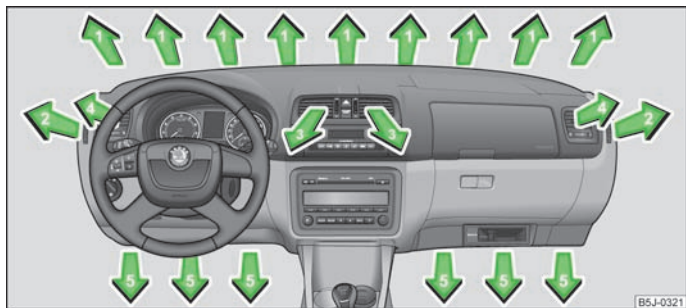
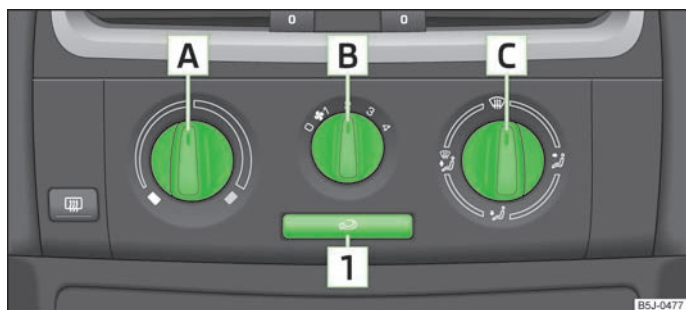

Fig. 71 Eyectores de salida de aire
Fig. 72 Calefacción: Elementos de mando
- Girar la rueda vertical (difusores de salida de aire 3) » fig. 71 o la rueda horizontal (difusores de salida de aire 4) a la posición 2.
- Girar la rueda vertical (difusores de salida de aire 3) » fig. 71 o la rueda horizontal (difusores de salida de aire 4) a la posición 0.
- Mover las láminas horizontales con el ajustador deslizante para cambiar la altura del flujo de aire » fig. 71.
Ajustar la salida de aire para cada difusor con el regulador de distribución de aire [C] » fig. 72. Los difusores de salida de aire 3 » fig. 71 y 4 se pueden cerrar y abrir por separado.
- Girar el regulador giratorio [A] » fig. 72 hacia la derecha para elevar la temperatura.
- Girar el conmutador del ventilador [B] » fig. 72 a una de las posiciones, 1 a 4, para conectar el ventilador.
- Con el regulador de distribución de aire [C] » fig. 72, se regula el sentido de salida del aire » página 72.
Todos los elementos de mando, excepto el conmutador del ventilador [B] » fig. 72, se pueden ajustar a cualquier posición intermedia.
- Elementos de mando **A** » fig. 72, **B**, **C** y la tecla **1**.
- Pulsar la tecla **1** » fig. 72, en la tecla se encenderá el testigo.
- Pulsar de nuevo la tecla **1** » fig. 72 - se apagará el testigo de control en la tecla.
Si el regulador de la distribución de aire **C** » fig. 72 se encuentra en la posición , el servicio de aire circulante se desconectará automáticamente. Pulsando repetidamente la tecla **1**, se puede volver a conectar el servicio de aire de circulación también en esta posición.